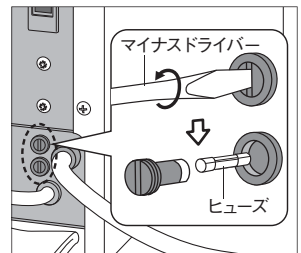

図 37
- 4) ヒューズボックスのヒューズを新しいヒューズと取り替えます。(図 37)